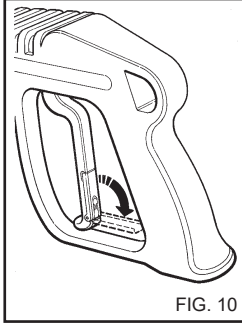

FIG. 10
- Quando l'apparecchiatura non viene utilizzata chiudere il dispositivo di sicurezza dell'impugnatura. (fig. 10).